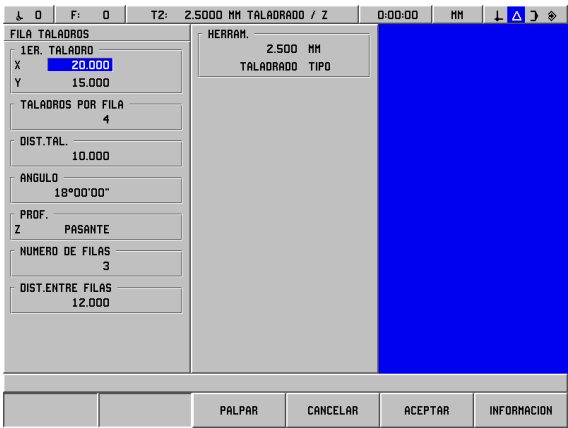
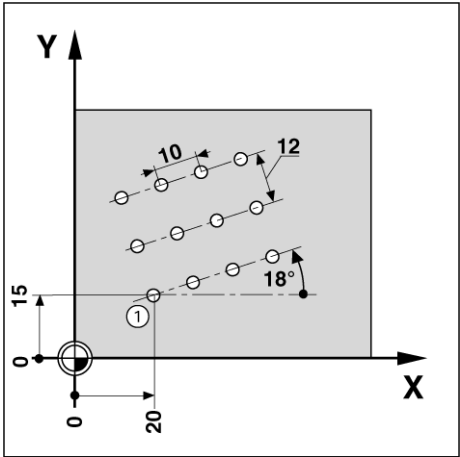

Fig. I.37 Máscara de datos FILA TALADROS
Fig. I.38
**Ejemplo: Introducir y ejecutar filas de taladros. Véase Fig. I.37 & Fig. I.38.**